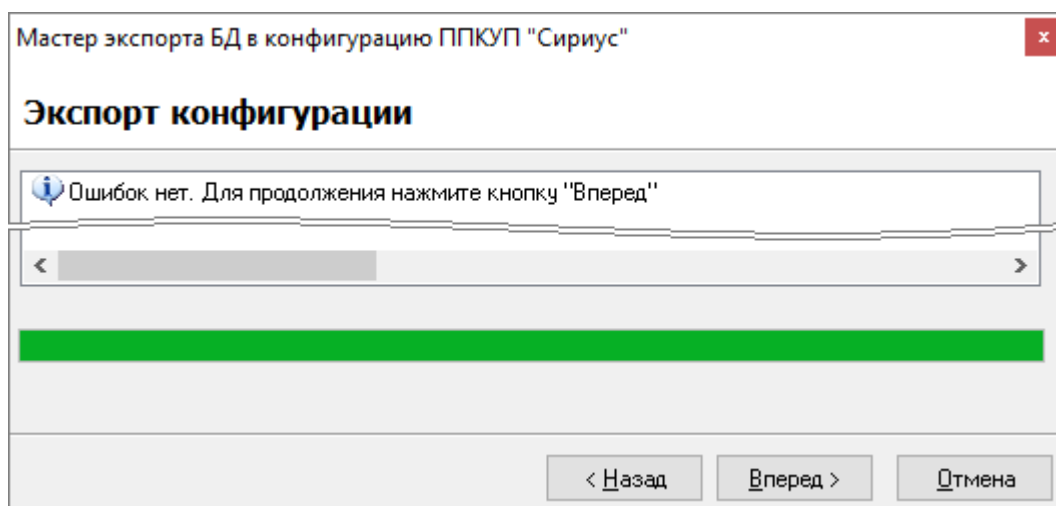

Рисунок 6-939 Мастер экспорта БД в конфигурацию ППКУП "Сириус", страница экспорта конфигурации, завершение процедуры экспорта
- если ошибок, препятствующих экспорту конфигурации, не обнаружено, то в информационном поле отобразится соответствующая информация (см. Рисунок 6-939). В этом случае, по завершении процесса экспорта, нажмите кнопку «Вперед >» для продолжения работы Мастера.